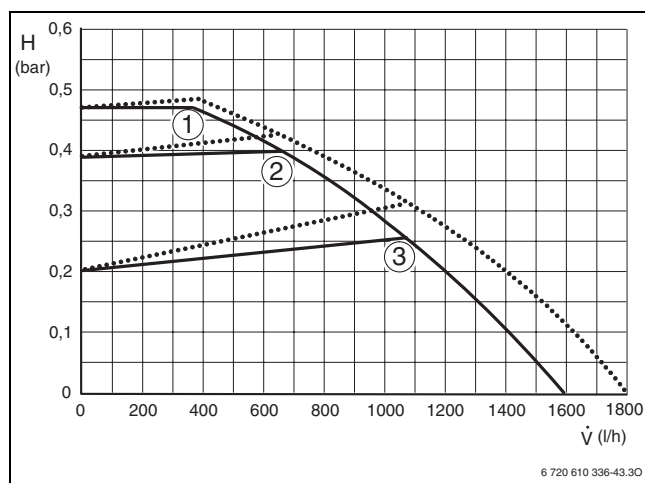

Fig. 45 Diagramma delle curve caratteristiche a pressione costante
- 1 = Pressione costante elevata; massima prevalenza costante, residua all'impianto (→ fig. 45, rif. 1)
- 2 = Pressione costante media; media prevalenza costante, residua all'impianto (→ fig. 45, rif. 2)
- 3 = Pressione costante bassa; minima prevalenza costante, residua all'impianto (→ fig. 45, rif. 3)
Legenda per fig. 45 e 46: